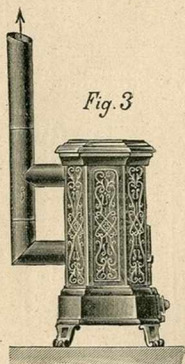

Fig. 3
**C'est une faute** de démonter la double buse et de la disposer comme l'indique la figure 3. Le but n'est pas atteint.